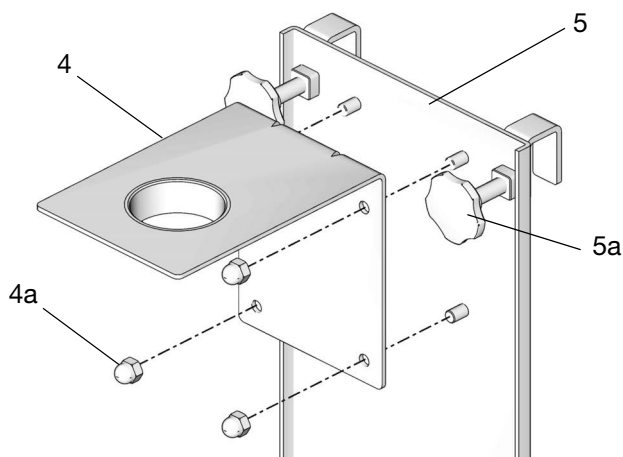

FIG. 12
1. Assemblare i pezzi 4 e 5 della staffa della pompa utilizzando i 4 dadi (4a) (forniti) (FIG. 12).